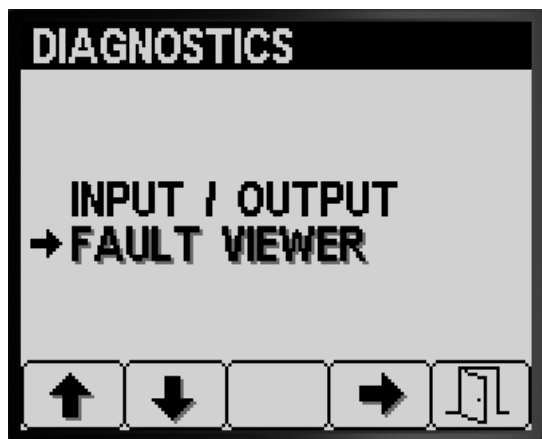

图 86
- 在 Diagnostics 诊断屏幕上按 1 号或 2 号按钮直至到达 FAULT VIEWER 故障查看器选项图 86。
- 按 3 号按钮可选择 FAULT VIEWER 故障查看器条目图 86。